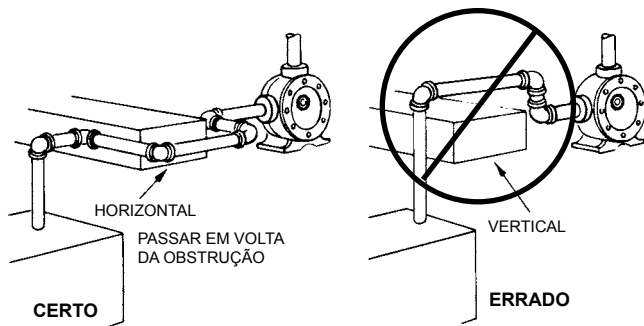

FIGURA 10
4. Ao se aproximar de um obstáculo na linha de sucção ou descarga, passe em volta dele e não por cima dele. Passar por cima dele cria um bolsão de ar. Ver Figura 10.